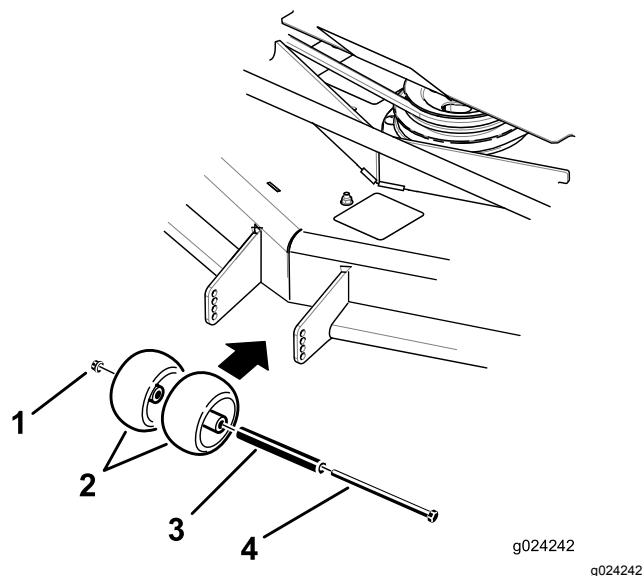
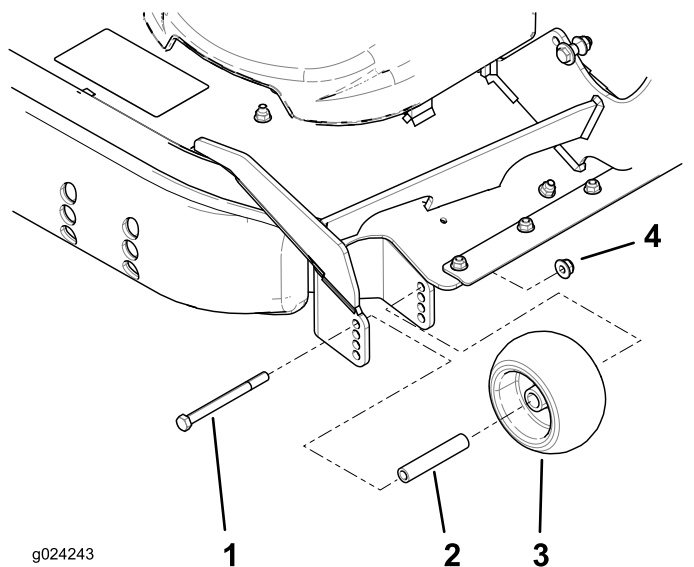

Figura 35
Figura 36
- Regolate i rulli antistrappo come illustrato nella Figura 35 e nella Figura 36.